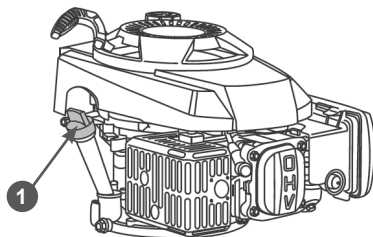

Рис. 9 Крышка-щуп маслозаливной горловины
2. Открутите крышку-щуп 1 маслозаливной горловины и извлеките щуп (Рис. 9).
- Открутите крышку-щуп 1 маслосазаливной горловины и извлеките щуп (Рис. 9).